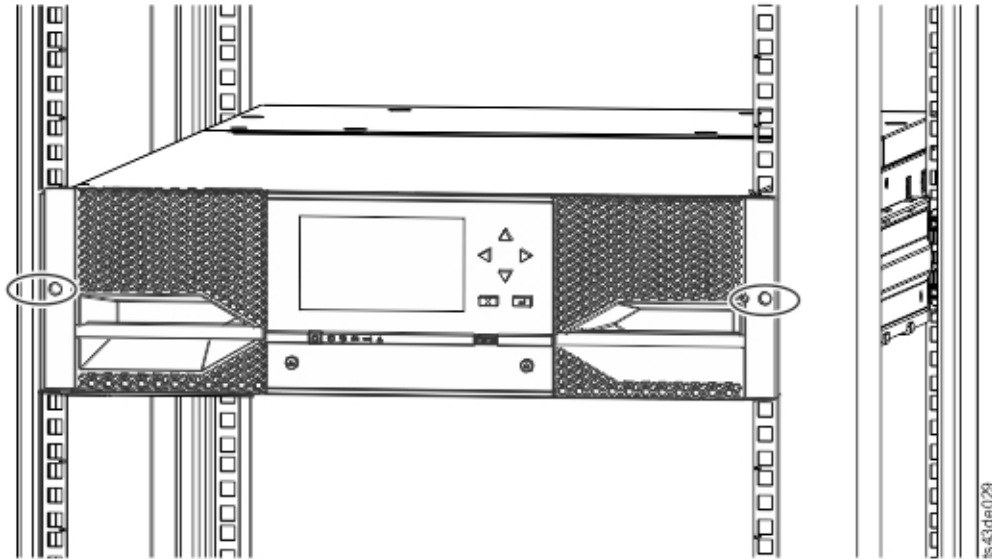

Figura 43. Biblioteca en el bastidor
5. Con un destornillador de estrella, atornille ligeramente el módulo a la parte frontal del bastidor, un tornillo en cada lado. Consulte las áreas señaladas en Figura 43.